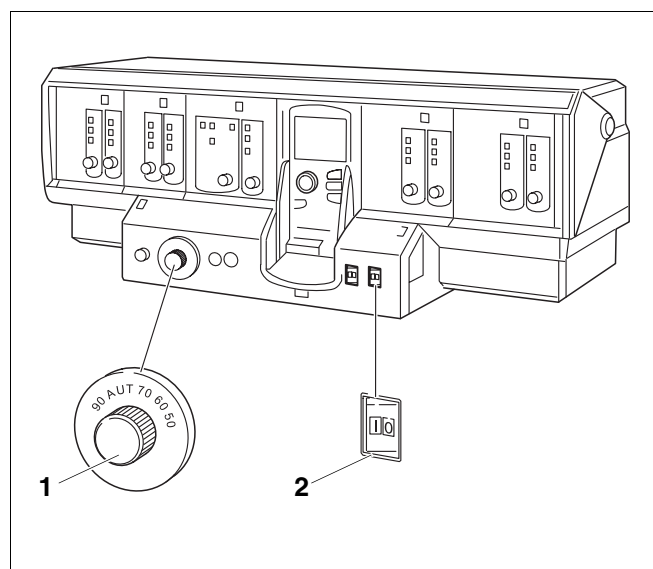

Fig. 2 Apparecchio di regolazione (qui per es.: Logamatic 4312)
- Portare il regolatore di temperatura dell'acqua di caldaia su (fig. 2, **pos. 1**) "AUT".
- Mettere l'interruttore di esercizio (fig. 2, **pos. 2**) in posizione "I" (ON).
Mettete fuori esercizio il vostro impianto di riscaldamento mediante l'apparecchio di regolazione (qui nell'esempio l'apparecchio di regolazione 4212, fig. 2, pagina 9). Spegnendo l'apparecchio di regolazione si disinserisce automaticamente anche il bruciatore.
- Mettere l'interruttore di esercizio (fig. 2, **pos. 2**) in posizione "0" (OFF).